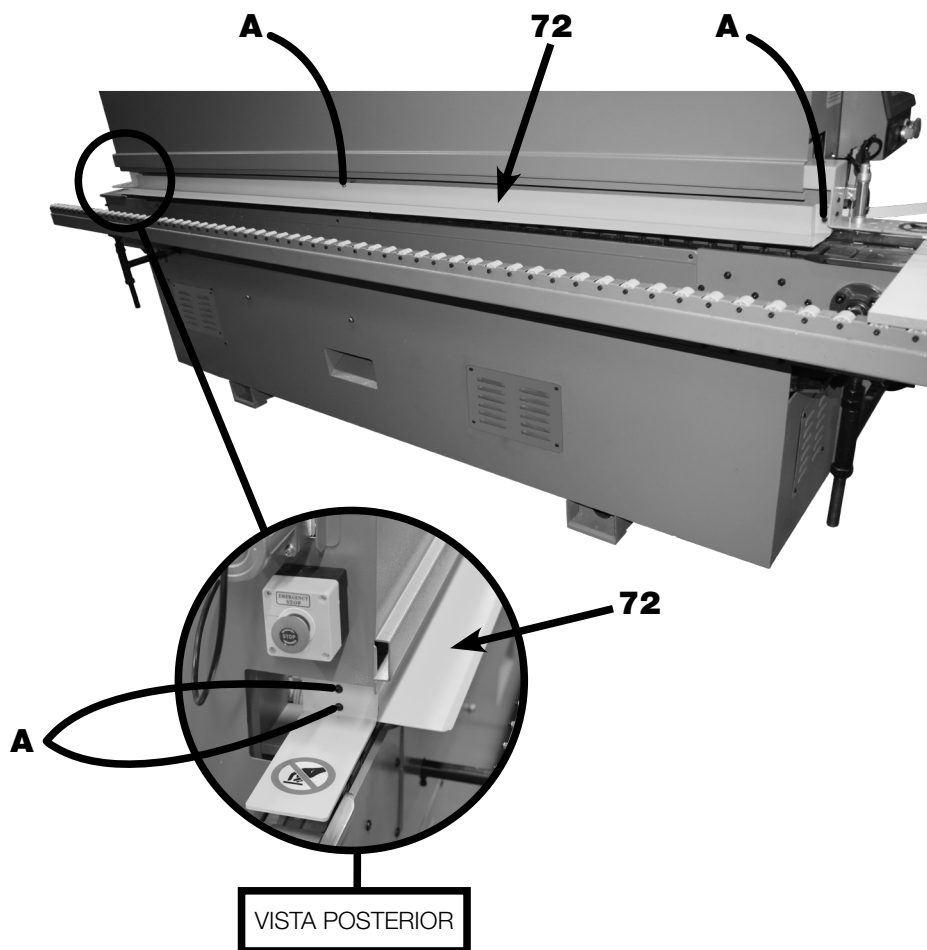

FIGURA 19 – Fixação da Proteção Central
2. **POSICIONAR** a Proteção Central (72) na Estrutura (09), sobre a Esteira de Transporte (16), conforme figura 19;
3. **FIXAR** a Proteção Central (72) pelos parafusos laterais e central **A**, conforme figura 19.